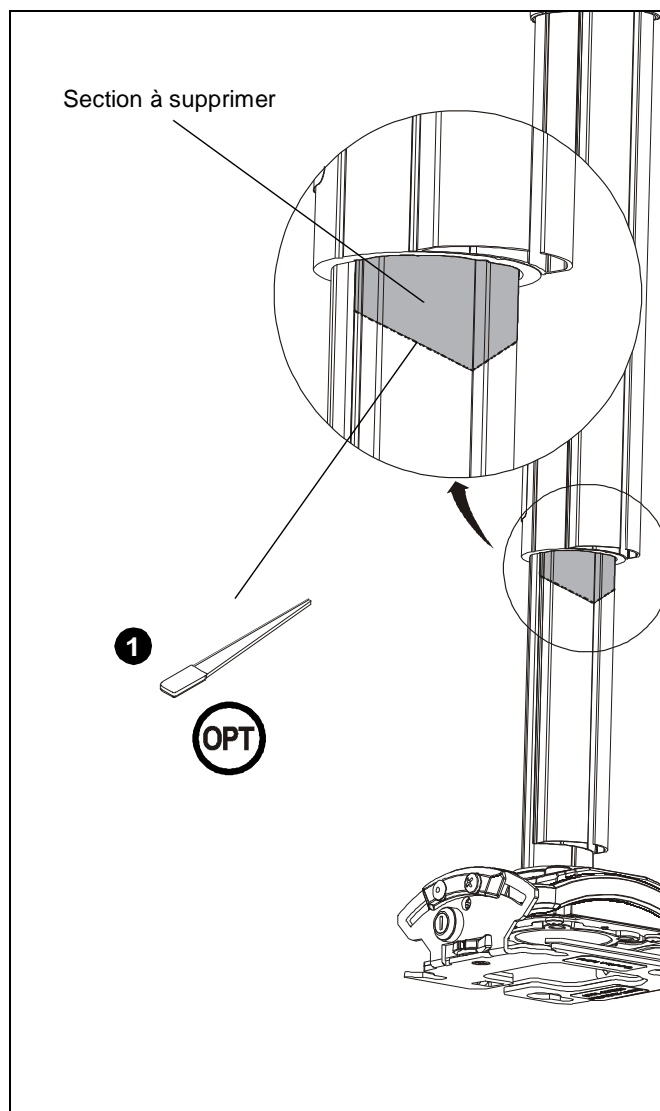

Figure 21
1. **(En option)** Utilisez un couteau tout usage pour couper une section du cache-câble inférieur pour créer un plus grand espace afin de permettre aux câbles de passer dans le cache-câble supérieur. (Voir la Figure 21)